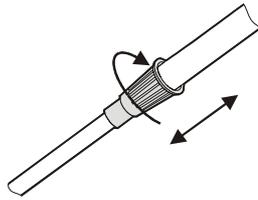

Abb. 3
3. Drehen Sie die Klemmmutter des Schafts zum Lösen rechts herum. Verlängern oder verkürzen Sie den Schaft so, dass sich die Suchspule bündig zum Boden und ca. 0,5 Zoll oberhalb des Bodens befindet, wenn Sie aufrecht stehen und den Detektor mit entspannt herunterhängendem Arm in der Hand halten. (Abb. 3).